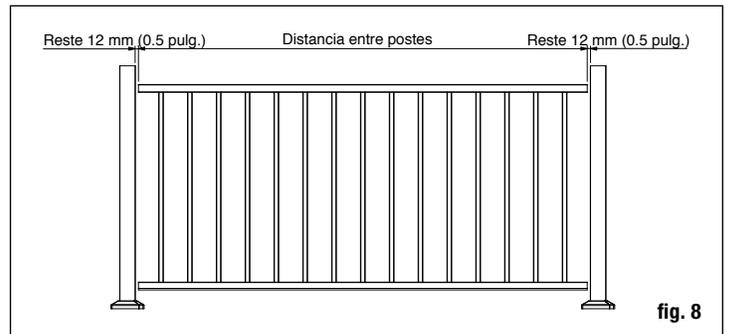

fig. 8
Paso 6 Mida la distancia entre los postes instalados para determinar la longitud del barandal superior (fig. 1). Los barandales están diseñados para postes con una separación de 1.83 m (6 pies) y 2.44 m (8 pies) de centro a centro al usar postes de 6.4 cm (2.5 pulg), e incluyen espacio para los soportes. Coloque el barandal adyacente a los postes instalados. La distancia entre el poste y el espaciador debe ser igual en ambos extremos. Use un espaciador para barandales de 1.83 m (6 pies) y dos espaciadores para barandales de 2.44 m (8 pies). Nunca abarque más de 91.4 cm (36 pulg) sin un espaciador para mantener una separación apropiada de los cables. Cuando se necesite, corte el barandal superior a la longitud deseada en los tramos que sean de menos de 1.83 m (6 pies) o 2.44 m (8 pies) de centro a centro. Marque la longitud en el barandal superior y corte 12.7 mm (1/2 pulg) adicionales en ambos extremos (25.4 mm (1 pulg) en total) para que el soporte quepa entre el barandal y el poste (fig. 8).